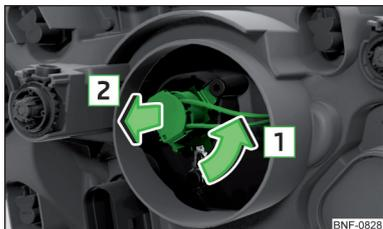

Fig. 174
- › Girar el conector con la bombilla en el sentido de la flecha **1** » fig. 174.